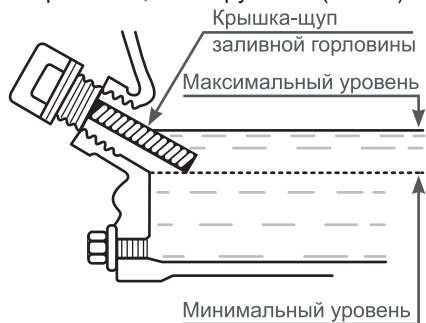

Рис. 9 Проверка уровня масла в картере
- Установите крышку-щуп в отверстие горловины, не закручивая (Рис. 9).
Максимальный уровень масла в картере соответствует нижней кромке заливного отверстия (Рис. 9).
При недостаточном уровне масла в картере необходимо долить чистое масло до верхней отметки на щупе, что соответствует нижней кромке заливного отверстия (Рис. 9).
- Протрите щуп насухо и вставьте в отверстие горловины, не закручивая (Рис. 9).
- Аккуратно извлеките щуп и осмотрите его. Уровень масла должен соответствовать верхней отметке на щупе. При недостаточном уровне масла в картере необходимо долить чистое масло до верхней отметки на щупе, что соответствует нижней кромке заливного отверстия (Рис. 9).